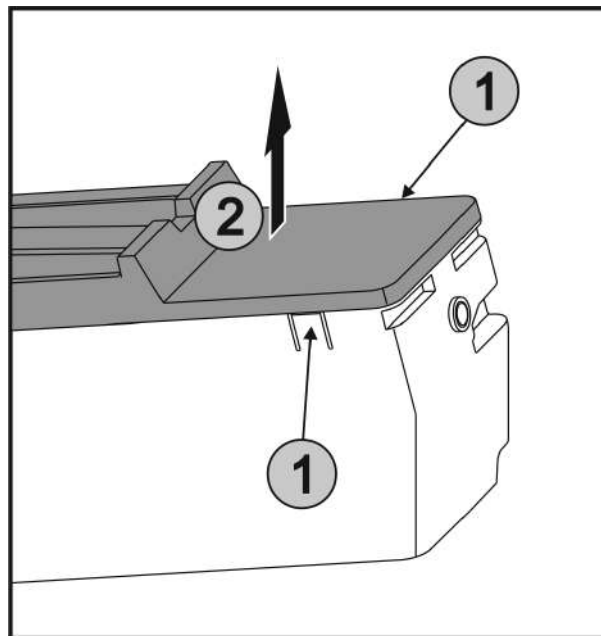

Fig. 38
- Накладки Fig. 38 (1) з обох боків EasyTwist-Ice натиснути одночасно і кришку Fig. 38 (2) вийняти рухом вгору.